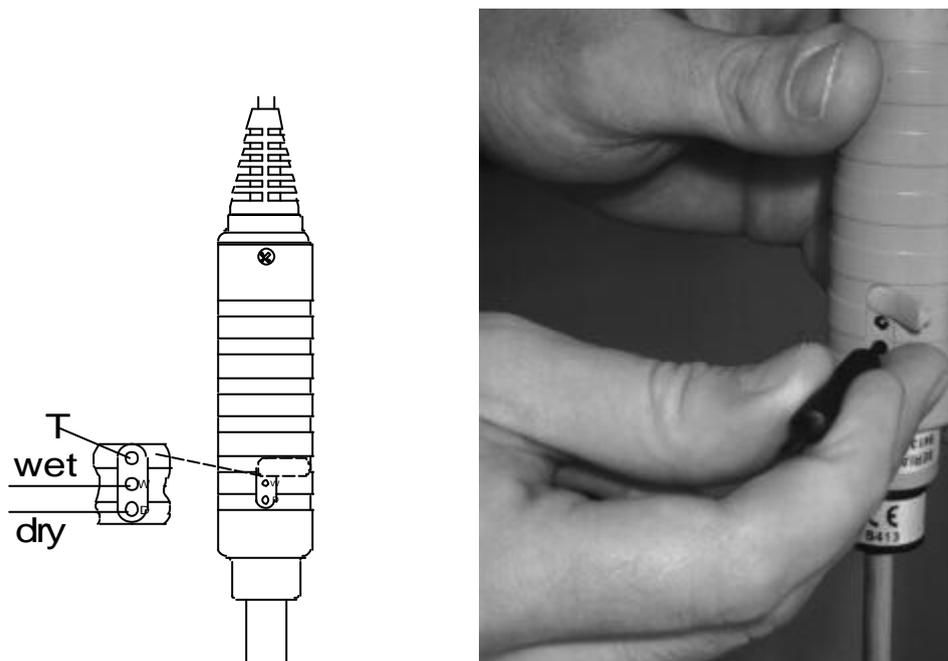

Figure 5.2.1 Réglage des potentiomètres d'ajustage
Le calibrage d'humidité de la sonde se fait, de préférence, en réglant les potentiomètres d'ajustage. Les potentiomètres sont logés sous un capuchon protecteur. Le potentiomètre repéré T (température) est réservé aux réglages usine; NE PAS l'ajuster! Pour vous assurer que ce potentiomètre n'est pas accidentellement touché lors du réglage des deux autres, tournez le capuchon de plastique sur le côté sans l'enlever complètement (voir figure 5.2.1).
- Attendez que la valeur d'humidité mesurée se stabilise (approx. 30 minutes). Relevez la température et reportez-vous à la table de calibrage pour déterminer la valeur d'humidité la plus proche. Réglez la mesure de l'extrémité sèche à l'aide du potentiomètre D (dry = sec) sur le corps de la sonde, de sorte à ce qu'elle corresponde à la valeur donnée par la table de calibrage; utilisez un outil adéquat (voir figure 5.2.1).